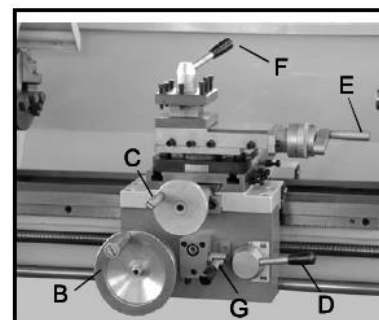

Рис.15
10. Продольная подача (В, Рис. 15)
11. Маховик поперечной подачи (С, Рис. 15)
12. Рукоятка маточной гайки (D, Рис. 15)
13. Рукоятка перемещения верхних поворотных салазок суппорта (Е, Рис. 15)
14. Зажимная рукоятка резцедержателя (F, Рис. 15)
15. Переключатель подачи по осям (G, Рис. 15)
Поверните рукоятку (G, Рис. 15) влево и вниз, чтобы включить поперечную подачу. Поверните рукоятку вправо и вверх, чтобы включить продольную подачу.